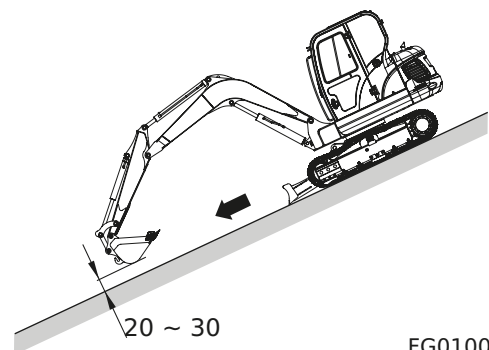

Figura 35
4. Viaje recto hacia arriba o hacia abajo, nunca en diagonal a lo largo de la pendiente. Ver Figura 35 y Figura 35. Extienda el brazo y baje el boom para mantener el cubo aproximadamente.